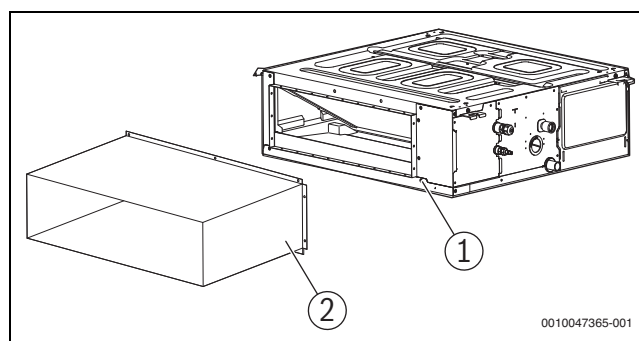

Bild 12
- Wenn der Luftaustritt vom Gerät weit entfernt ist und über die metallische Luftleitblende an den Luftaustrittsflansch des Geräts angeschlossen wird, muss die Auflagefläche zwischen den Metallkomponenten sorgfältig mit Schaumstoff gedichtet und gedämmt werden (→ Abb. 12).